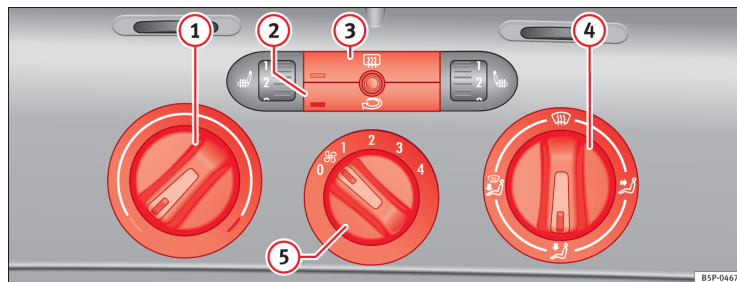

Fig. 106 I instrumentpanelet: betjeningslementer til varmeanlæg
- Du kan indstille temperaturen, luftfordelingen og blæsertrinet med kontakterne → Fig. 106 ①, ④ og ⑤.
- Tryk på knappen ② eller ③ for at aktivere eller deaktivere en funktion. Når funktionen er aktiveret, lyser kontrollampen nedest til venstre på knappen.